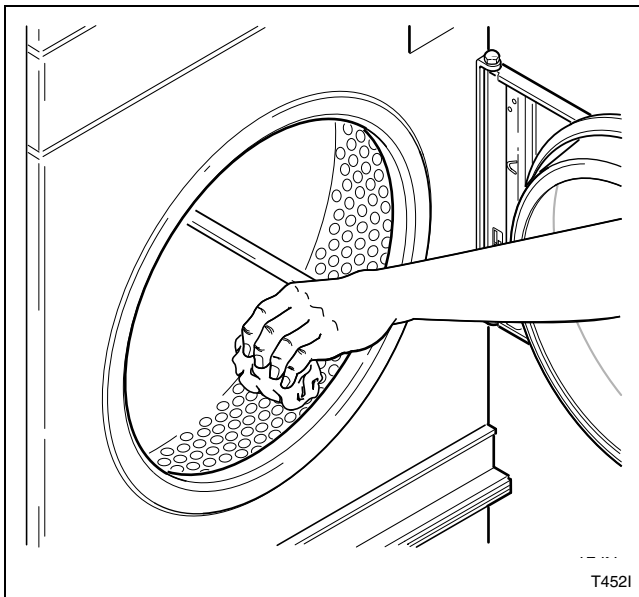

Figura 4
10. Limpie el cilindro con un limpiador o detergente general y una solución de agua. Consulte la *Figura 4*.